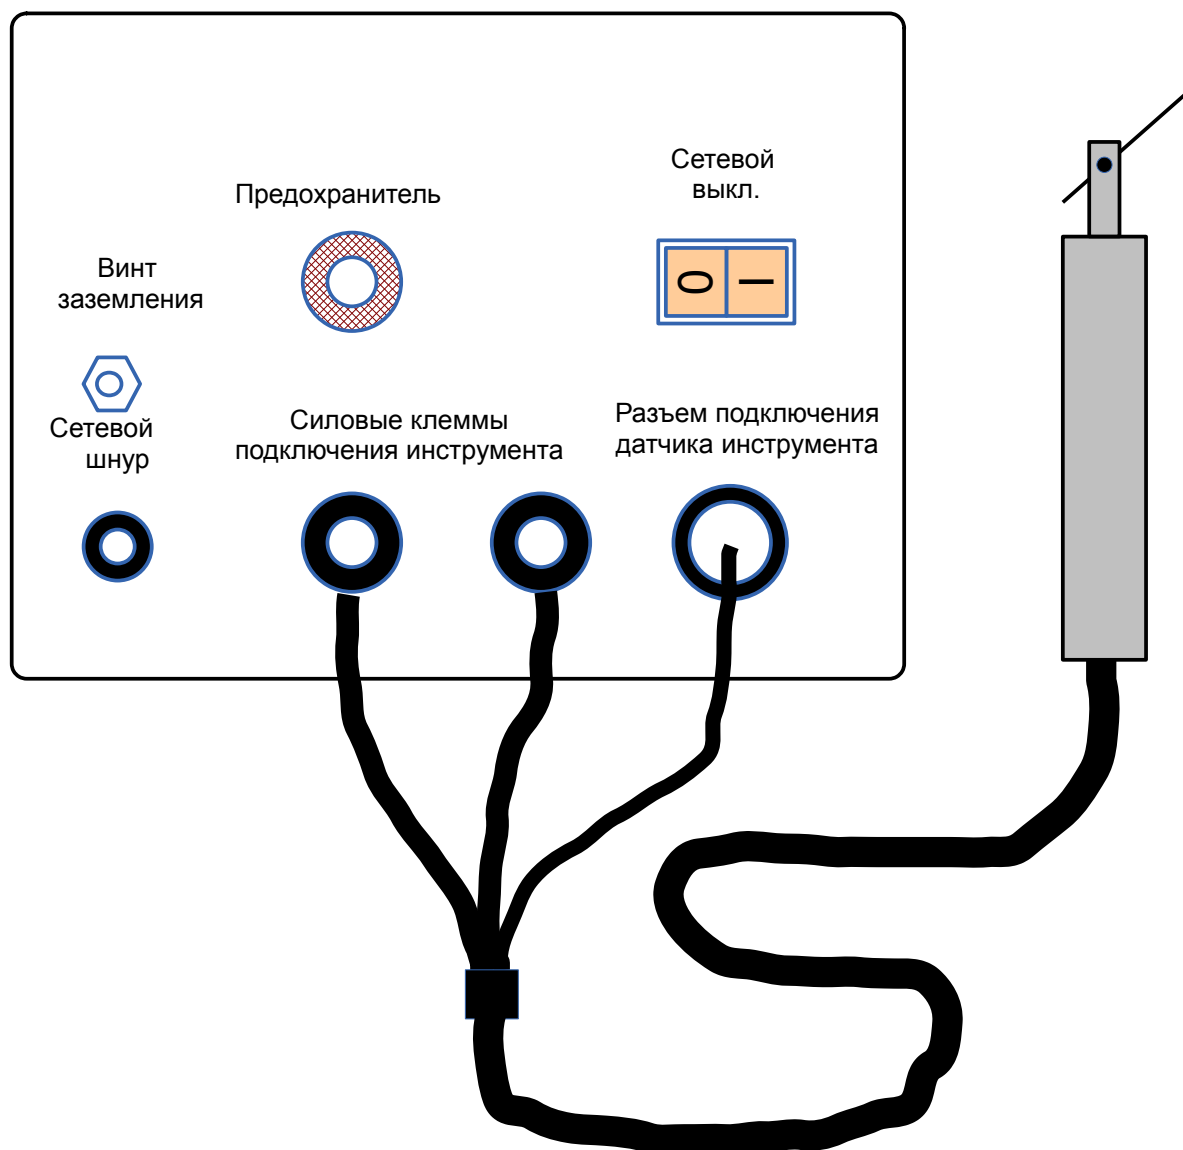

Рис. 6. Подключение инструмента.
2.2.2 К прибору подключается инструмент в соответствии с рис. 6.
- подключить к прибору инструмент в соответствии с рис. 6;